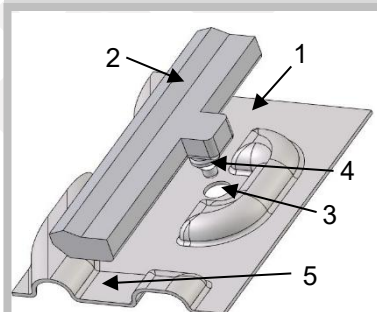

图 29：细节图
- 确保密封件 [2] 位于专用的凹槽 [5] 中，且固定座 [4] 位于换热板 [1] 上专用的孔 [3] 中（图 29 至 31）。